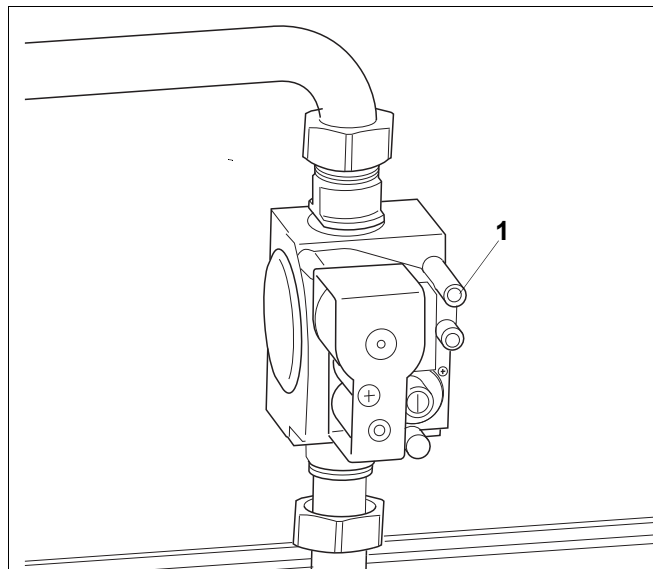

Рис. 29 Газовая арматура "SIT" 840 Sigma
- На два оборота открутить винт на ниппеле для контроля подаваемого давления газа и удаления воздуха (Рис. 29, поз. 1) на газовой арматуре.
- Осторожно закрутить ниппель (Рис. 29, поз. 1).